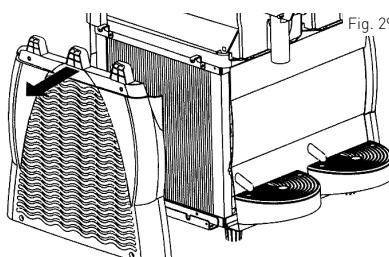

Fig. 29
- 3) După ce ați scos cele 4 șuruburi, scoateți și apărătoarea. (Vezi Fig. 29)